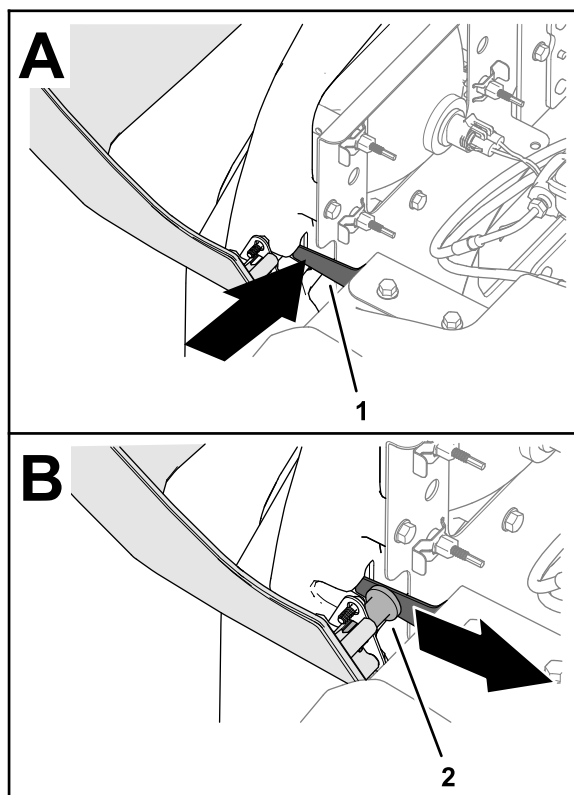

Figura 41
3. În timp ce susineți capota, împingeți clicheul pivotant spre interior și micăți capota spre înainte până când tiftul cu cap și gaură pentru cui spintecat al capotei eliberează clicheul (Figura 41).